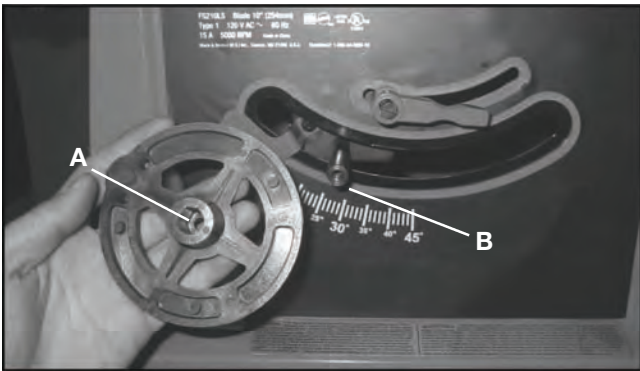

Fig. 7
3. Ensamble el volante (A), Fig. 7, al eje (B) y asegúrese de que la parte plana dentro del volante esté alineada con la parte plana en el eje.
4. Ajuste el volante (A), Fig. 8, al eje (B), Fig. 7, con un tornillo de cabeza plana M6 x 1 x 12 mm (C), Fig. 8.